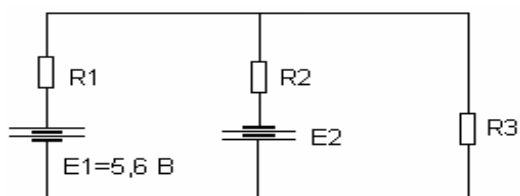
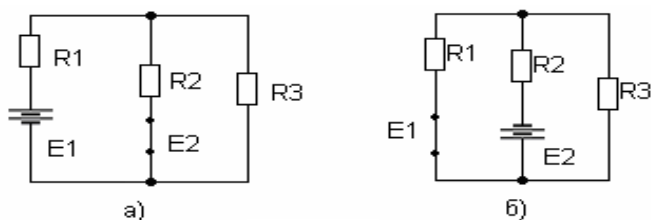
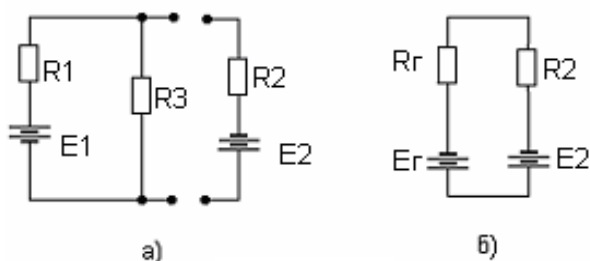

Рис.1.
Рис.2.
Рис.3.
1. Рассчитать ток в первой ветви схемы (рис.1) методом наложения. В соответствии с принципом суперпозиции ток  $I_1$  определяется как алгебраическая сумма токов  $I_1^{(E1)}$  и  $I_1^{(E2)}$ , вызываемых в первой ветви каждой из ЭДС в отдельности (рис.2):  $I_1 = I_1^{(E1)} + I_1^{(E2)}$ .
2. Рассчитать ток во второй ветви  $I_2$  схемы (рис.1) методом эквивалентного генератора напряжения (ЭГН).
В исходной схеме (рис.1) размыкается вторая ветвь (рис.3,а), а часть цепи, подключенной к этой ветви, заменяется эквивалентным генератором с ЭДС  $E_{\Gamma}$  и внутренним сопротивлением  $R_{\Gamma}$  (рис.3,б). Ток  $I_2$  рассчитывается по закону Ома:  $I_2 = (E_{\Gamma} + E_2)/(R_{\Gamma} + R_2)$ .